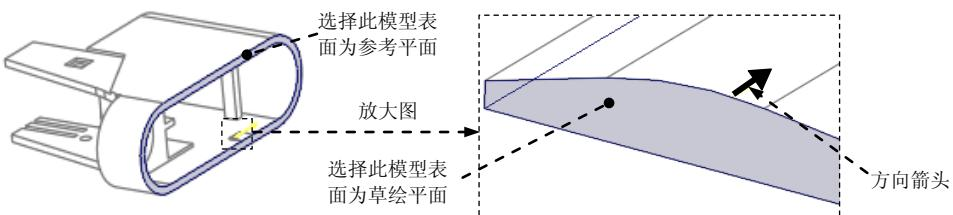

图 19.13 定义草绘平面
(2) 定义草绘截面放置属性。右击, 从弹出的菜单中选择 **定义内部草绘...** 命令; 在系统 **选择一个平面或曲面以定义草绘平面** 的提示下, 选取图 19.13 所示的模型表面为草绘平面, 接受图 19.13 中默认的箭头方向为草绘视图方向, 然后选取图 19.13 所示的模型表面为参考平面, 方向为 **右**, 单击 **草绘** 按钮, 此时进入草绘环境。